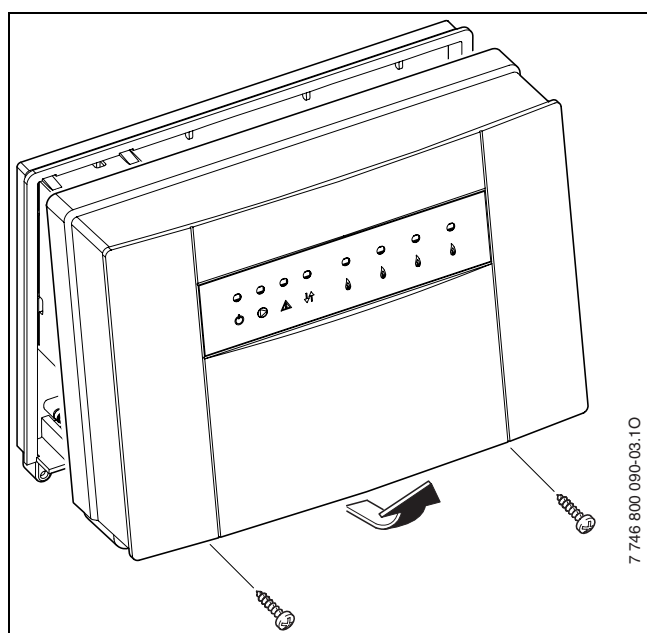

Fig. 7 Retirar a tampa
- ▶ Soltar 2 parafusos em baixo no módulo MCM10, puxar a tampa em baixo para a frente e retirar para cima (→ fig. 7).